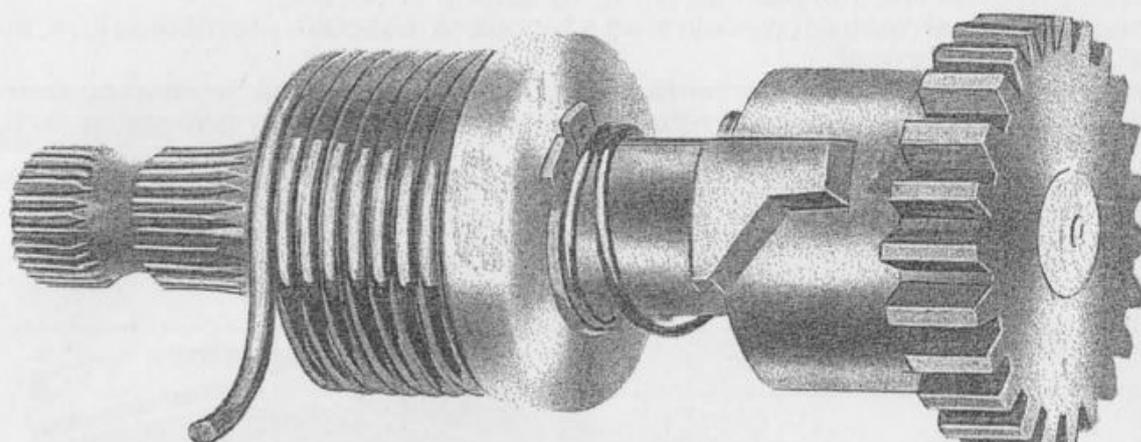

Fig. 38 - Gruppo avviamento
- Montare il gruppo avviamento nella propria sede, (fig. 12-13 a pag 14). Prima di compiere questa operazione, assicurarsi che lo scorrevole innesto, sia montato sull'albero nel senso giusto e cioè, il nasello dovrà risultare girato dalla parte opposta al foro per aggancio molla sul disco (fig. 38).